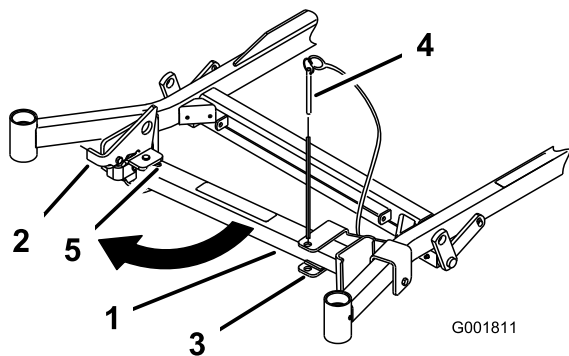
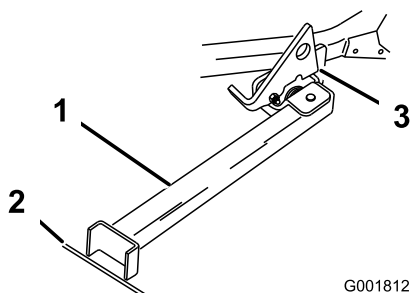

Figura 45
Figura 46
2. Retire el pasador del soporte (Figura 45).
4. Gire el pie del soporte hacia adelante, y deslice el soporte hacia la máquina, hasta que encaje en la parte de abajo de la ranura (Figura 45 y Figura 46).
5. Ponga el pie del soporte en el suelo con el enganche descansando sobre la pestaña de giro (Figura 46).
**Nota:** Para obtener los mejores resultados, coloque el pie del soporte en una ranura de la acera o en el césped (Figura 46).
7. Conduzca la máquina sobre el soporte. Pare cuando el enganche caiga por encima de la pestaña a la posición bloqueada (Figura 46).
5. Ponga el soporte de nuevo en su posición de descanso (Figura 45).